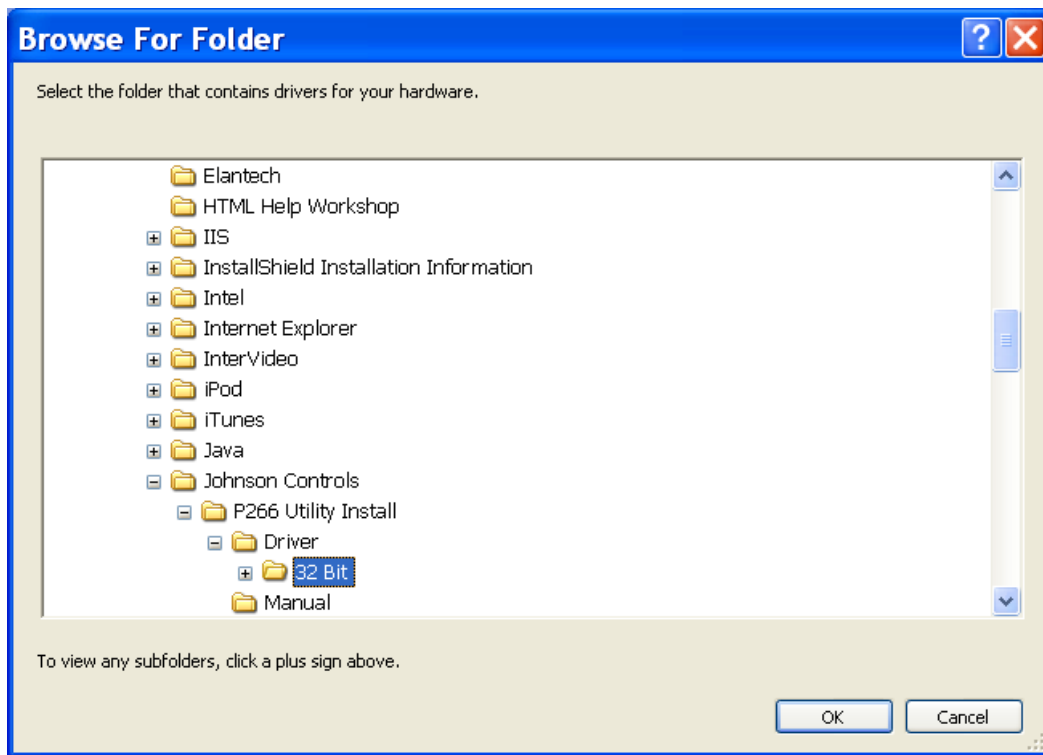

Abbildung 37: Installationsverzeichnis von P266 Utility
4. Wenn Sie dazu aufgefordert werden, müssen Sie das Dateiverzeichnis angeben, in dem P266 Utility installiert ist. Innerhalb dieses Verzeichnisses gibt es Unterverzeichnisse, die eine 32-Bit- und 64-Bit-Version des Gerätetreibers für das serielle Kabel enthalten, siehe Abbildung 37.